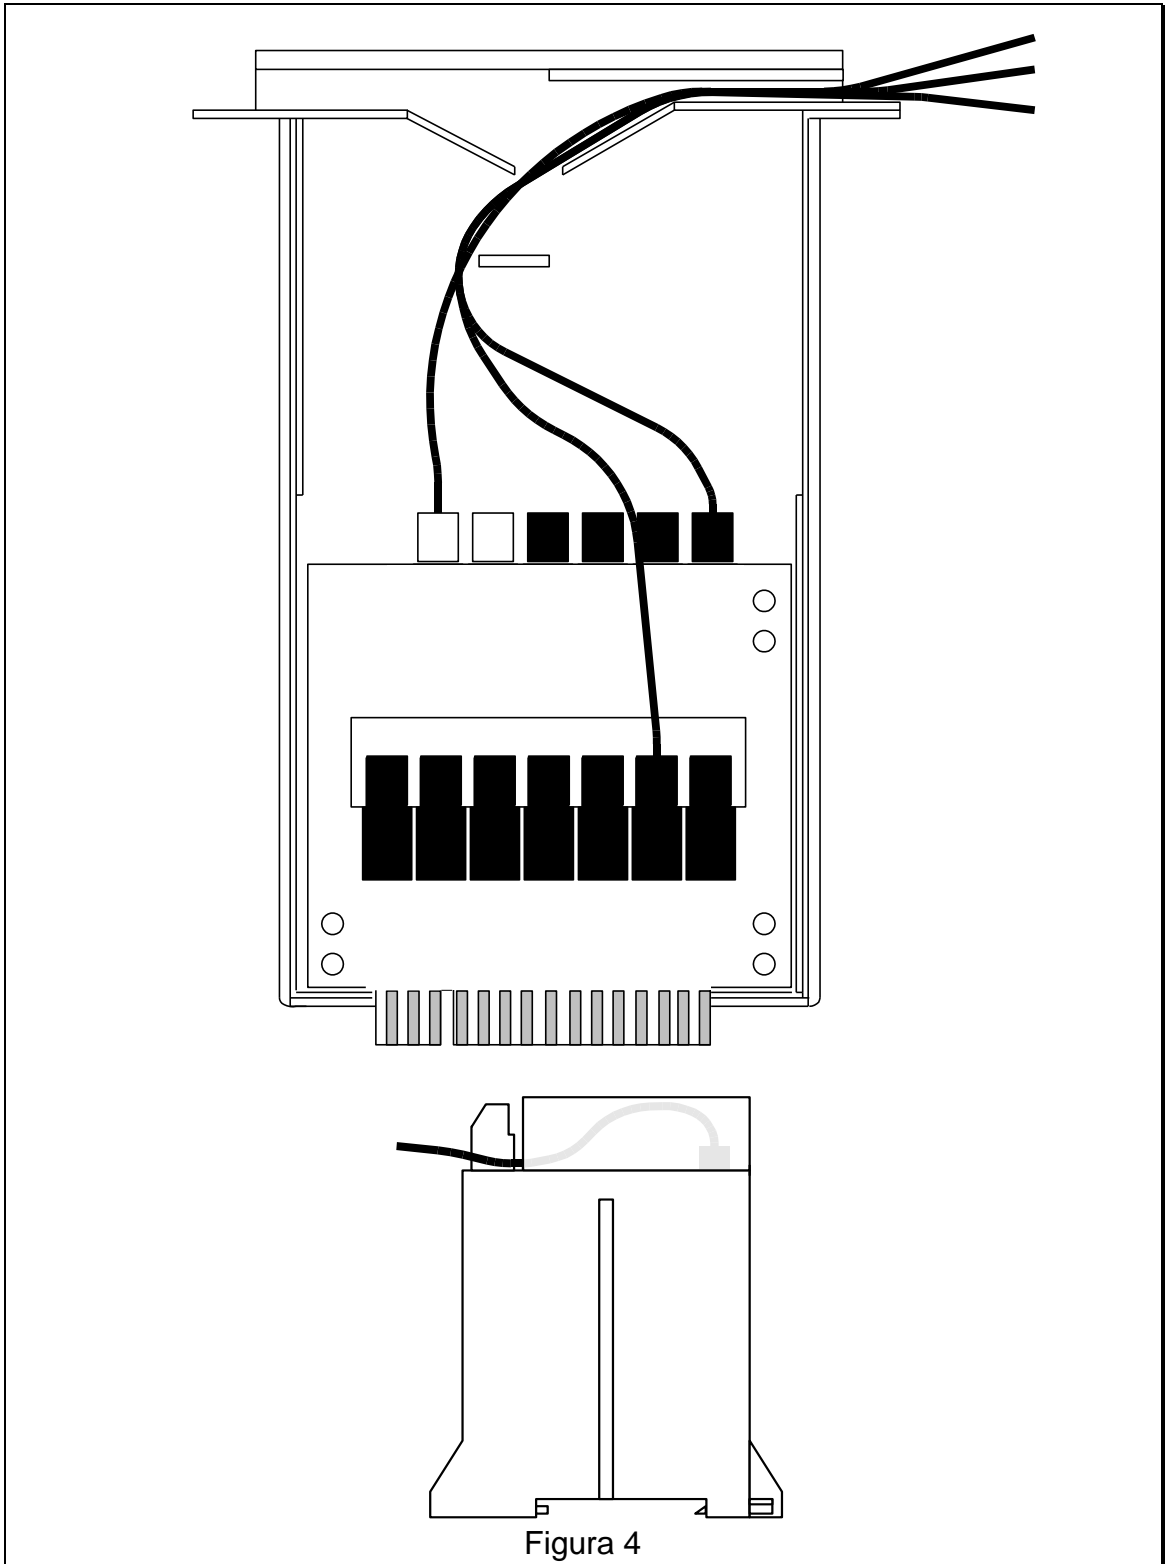

Figura 4
- Depois colocar a plaqueta, acomodar as fibras no canal de saída e fechar a caixa plástica, guiando as fibras para que se mantenham nesse canal e saiam pelo orifício da frente (ver figura 4).